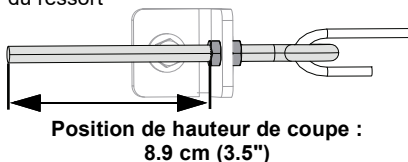

Figure 64
4. *Carter de 52" / 60" uniquement :* Mesurer la longueur de l'ancrage du ressort depuis le bord extérieur du contre-écrou jusqu'à l'extrémité du boulon. Régler à nouveau la tension des ressorts, le cas échéant. Voir Figure 64.